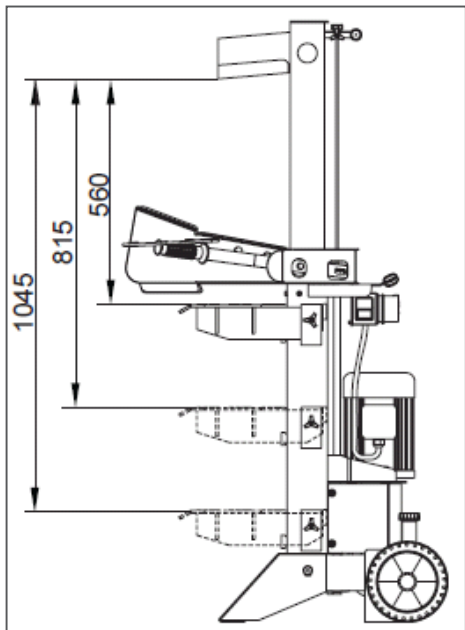

Рис. 7 Расстояния от стола до клина
*Стол может быть установлен в 3-х положениях для расщепления бревен длиной 56см, 81,5см 104,5см в длину (Рис. 7). Отсортируйте и сложите бревна так,*